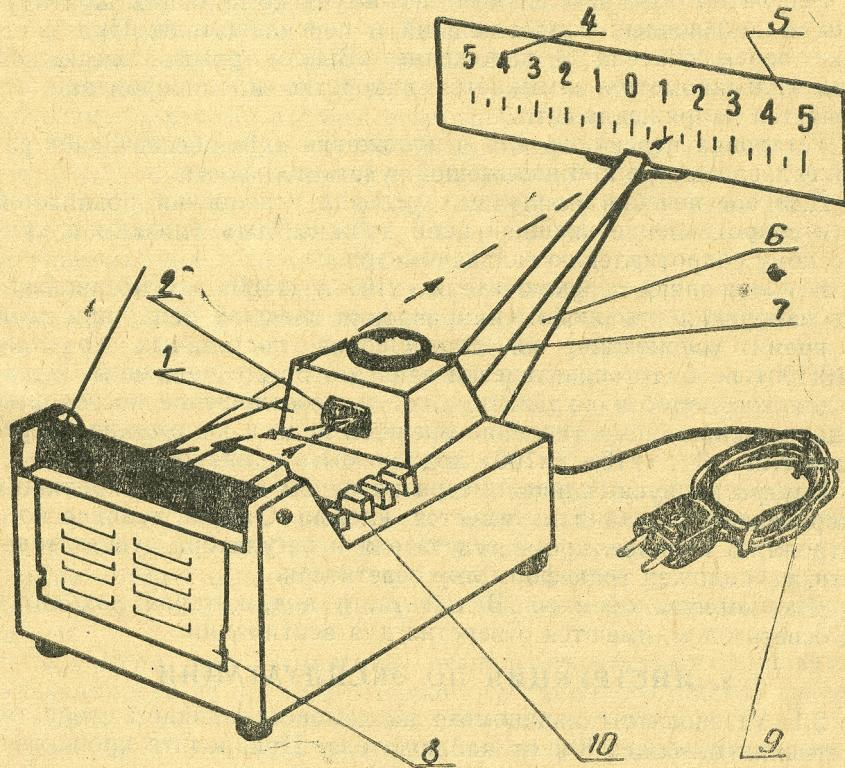

Рис. 1 Внешний вид гальванометра
Измерительный механизм закреплен в специальном гнезде и закрыт литой металлической крышкой 1 (рис. 1).
Ход светового луча на рис. 1 обозначен штриховой линией. Наружное зеркало может поворачиваться вокруг оси, что обеспечивает регулировку положения светового указателя на шкале в вертикальном направлении.
2.1. Установите гальванометр на демонстрационном столе, на расстоянии не более 8 м от наблюдателя. Прикрепите кронштейн к корпусу гальванометра винтами. Установите на кронштейне циферблatt так, чтобы выбранная шкала была обращена к лучу света, отраженному от наружного зеркала (рис. 1).